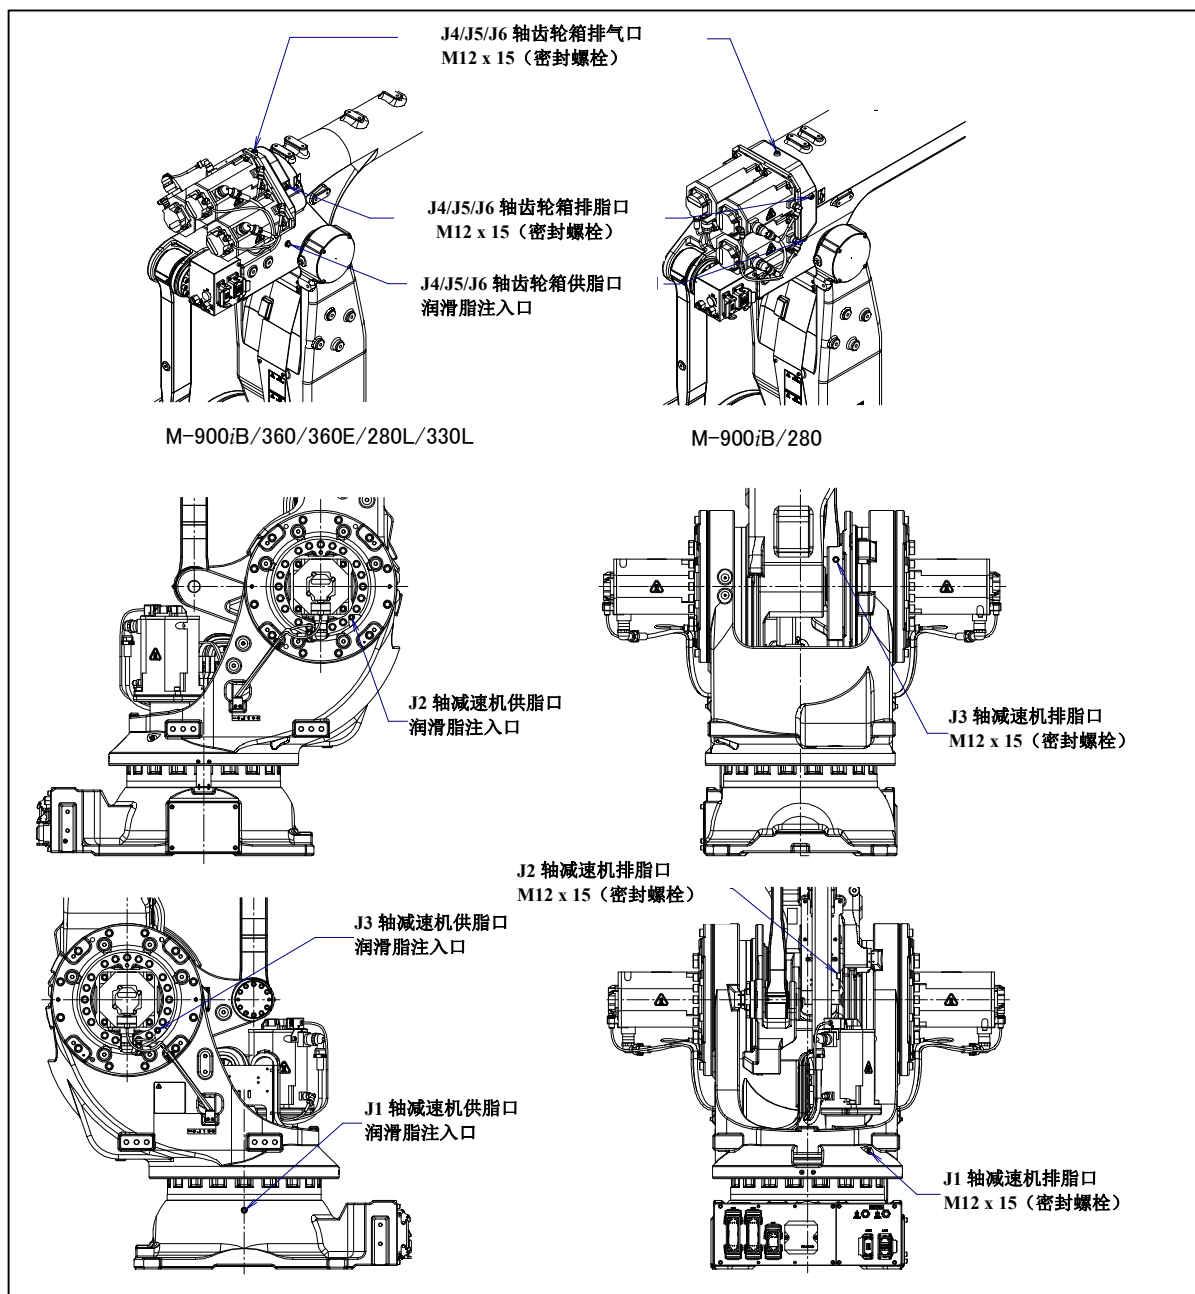

图 7.3.3 (a) J1, J2, J3 轴减速机和 J4/J5/J6 轴齿轮箱的润滑脂的更换
- 3 卸下排脂口和排气口的密封螺栓。（图 7.3.3 (a)）